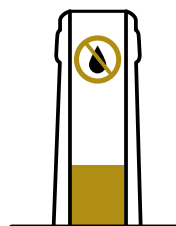

Figure 11
5. L'intérieur du goulot de la bouteille doit être propre et sec. Un goulot humide a un film de liquide mince et incompressible qui s'oppose à l'expansion du bouchon et qui réduit son adhérence sur le verre (**Figure 11**).